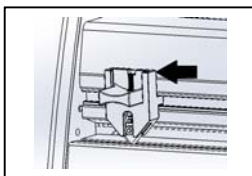

Figura 7
- J. **CORTADORA POSTERIOR:** (figura 7) se utiliza para cortar la película cuando sale por la parte posterior de la laminadora.